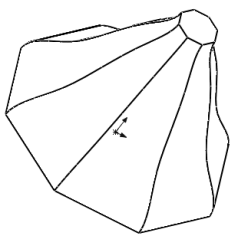

图 5-61 引导线扫描
6) 在“引导线”选项组中单击  (引导线) 按钮,然后在图形区中选择引导线。此时在图形区中将显示随引导线变化截面的扫描特征,如图 5-61 所示。